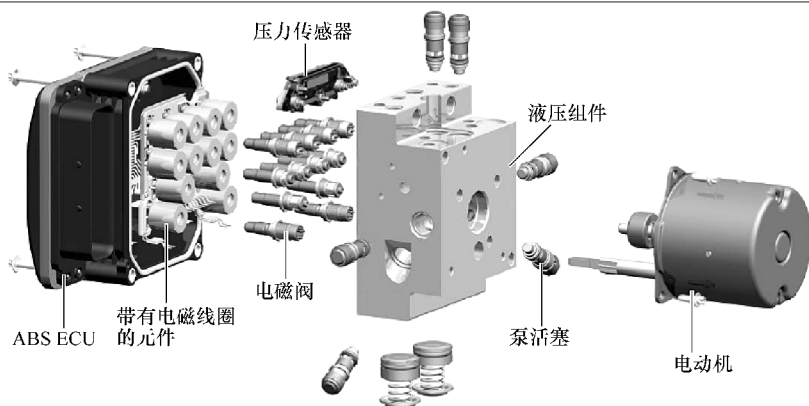

图 10-36 分解电磁阀
2) 将压力调节器与 ABS ECU 拆开并将其分解，如图 10-36 所示。